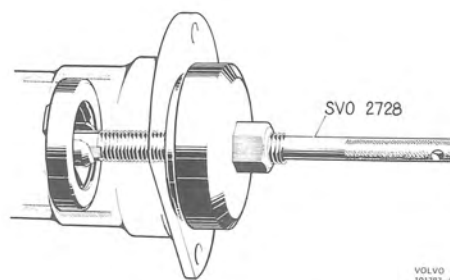

Bild 13. Demontering av tätningring
3. Dra ut tätningringen med hjälp av SVO 2728, bild 13.